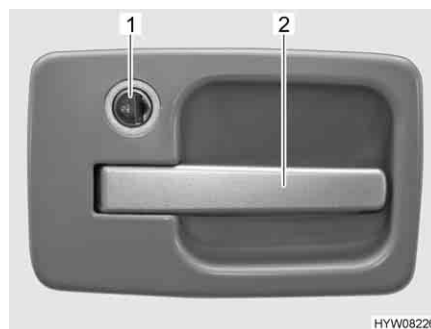

Fig. 24 Serrure de la porte, porte cellule, à l'extérieur
- Insérer la clé dans le barillet (Fig. 24,1) et la tourner jusqu'à ce que la serrure de la porte soit déverrouillée.
- Tirer sur la poignée de la porte (Fig. 24,2). La porte est ouverte.
- Insérer la clé dans le barillet (Fig. 24,1) et la tourner jusqu'à ce que la serrure de la porte soit verrouillée.